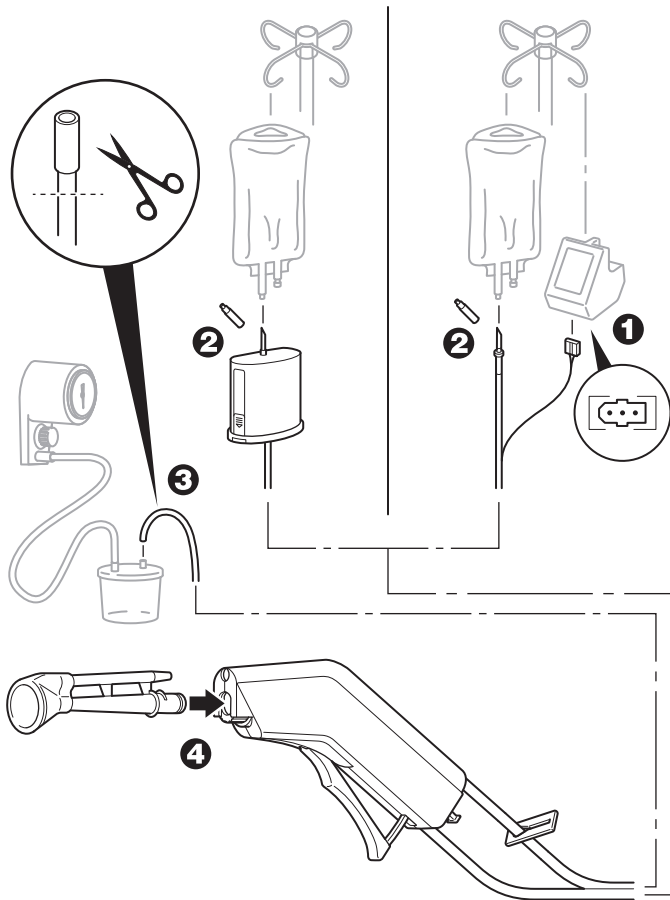

图 1 - 要组装操作柄
- 如果使用带有可充电电池组的操作柄, 将操作柄电源线插头插入 InterPulse 可充电电池组 REF 0211-022-000 的插座 (图 1)。参阅 InterPulse 电池组充电器随附的使用说明。